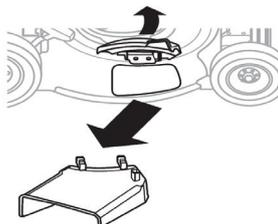

Рис. 13
2. Снимите желоб бокового выброса и уберите его в безопасное место (Рис. 13).